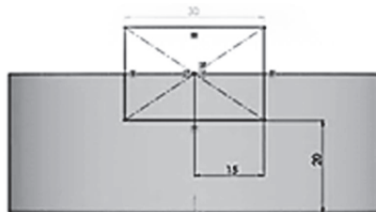

Рисунок 6.11
11. В дереве конструирования выберите плоскость для построения эскиза, щёлкнув на пункте «Справа». Установите вид справа, выбрав команду «Стандартные виды→Справа». Выберите команду построения эскиза и постройте прямоугольник с размерами, указанными в примере (рис. 6.11).